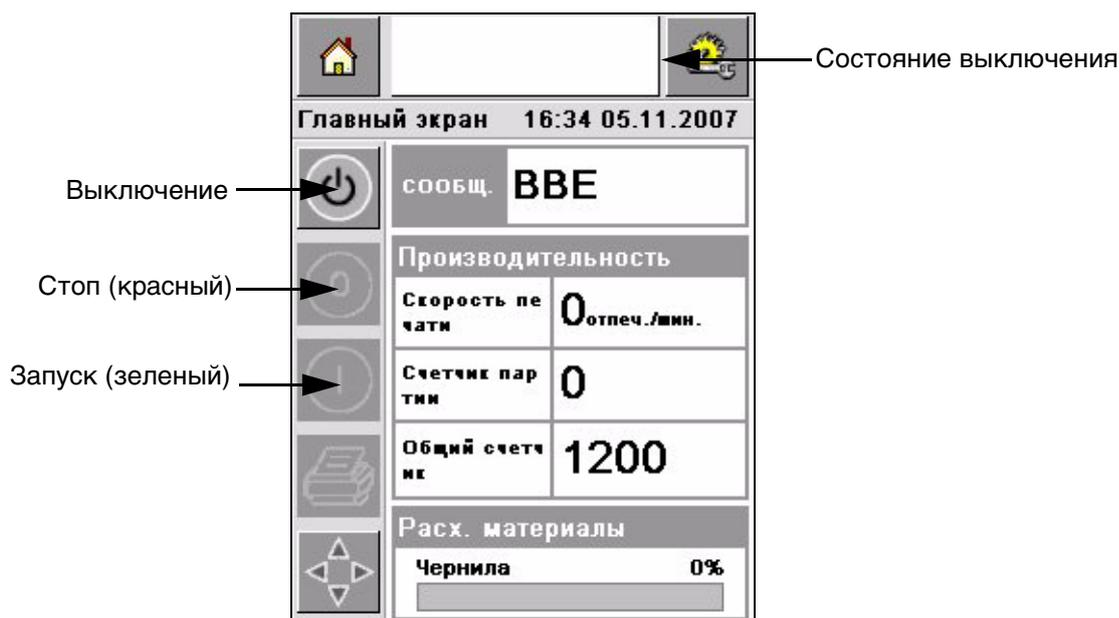

Рисунок 4-3: Главная страница
- 5 Во время *SHUTDOWN* статуса, кнопки *Stop* (красная) и *Run* (зеленая) (Рисунок 4-3) отключены (серого цвета).